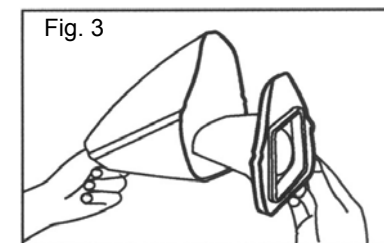

Fig. 3
2. Vérifiez que le filtre à poussière est à l'intérieur et rattachez la coupelle sur l'aspirateur portable. (fig. 3)